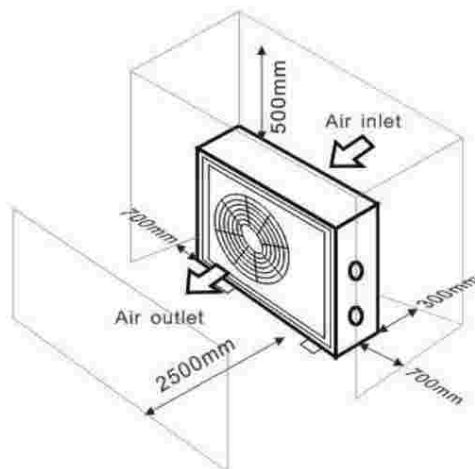

Abbildung 1
4. Um Wartung und Fehlersuche zu vereinfachen, sollten sich keine Hindernisse näher als 0,5 m an das Gerät anlagern. Innerhalb von 2,5 m vertikal um das Gerät dürfen keine Hindernisse die Luftzufuhr behindern (Abb. 1).